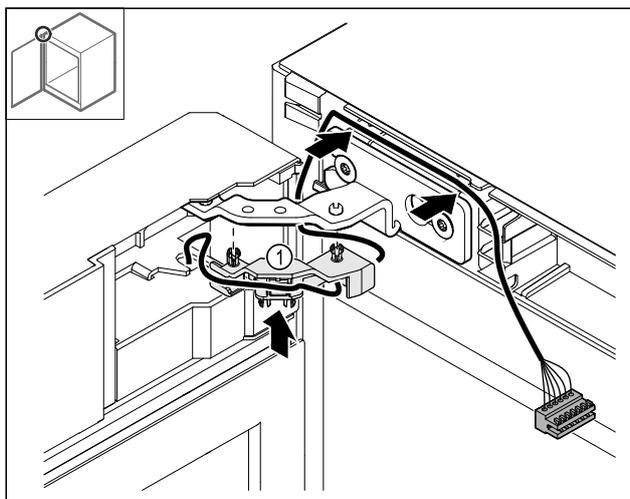

Fig. 49
- ▶ Įspauskite kabelio laikiklį Fig. 49 (1) į lankstą.